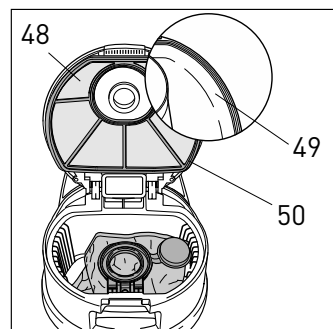
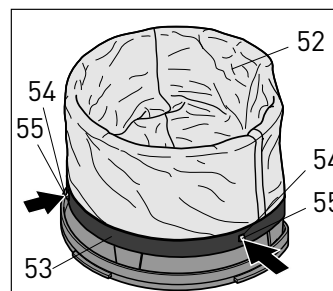
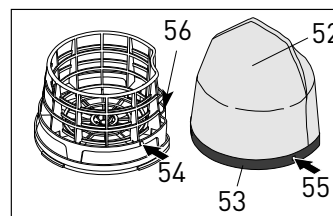
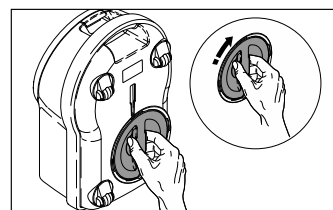

Figure 27
Figure 29
Figure 30
Figure 31
Le filtre du moteur (48) doit être changé quand il devient extrêmement sale ou obstrué par la poussière, ou après l'utilisation d'environ 10 à 20 sacs-filtre. Pour changer le filtre de pré-moteur, éteignez et débranchez l'aspirateur. Soulever le couvercle de fermeture (#15, figure 26) et soulever le couvercle du sac-filtre (18). Tirez le filtre (48) en saisissant l'anneau en caoutchouc (# 50, figure 27) du filtre et en le tirant hors de la rainure (# 49, en médaillon, figure 29) qui le retient. Placez le nouveau filtre dans la rainure et emboîter parfaitement l'anneau en caoutchouc dans la rainure tout autour du bord du filtre. Ne pas laisser de bords lâches Fermez le capot du sac-filtre de sorte que le bouton de déverrouillage du couvercle s'enclenche fermement à sa place.
Après avoir utilisé 10 à 20 sacs, changez le filtre micro d'échappement (52). Pour enlever le filtre micro d'échappement, éteignez et débranchez l'aspirateur. Appuyez sur le bouton de déverrouillage (51) situé sur le porte-filtre (27) comme le montre la figure 28. Tout en maintenant le bouton enfoncé, faites pivoter le support dans le sens contraire des aiguilles d'une montre et enlevez-le. Retirez le filtre (52) du porte-filtre (27) en retirant la bande de caoutchouc (#53, figure 29) des encoches (54) qui la maintiennent sur la base du porte-filtre, puis retirer le filtre. Placer le nouveau filtre sur le support, en alignant les encoches (54) sur le support avec les trous (55) dans la bande de caoutchouc rouge. Les deux languettes situées sur la portion en retrait de l'anneau de caoutchouc rouge s'accrochent sur le support de l'anneau (voir la position #56, figure 30). Glisser la pointe du filtre comme le montre la figure 29. Insérez l'ensemble à nouveau dans la machine et faire tourner le support dans le sens des aiguilles d'une montre (figure 31) Il n'est pas nécessaire d'appuyer sur le bouton de déverrouillage pour fermer le support du filtre.